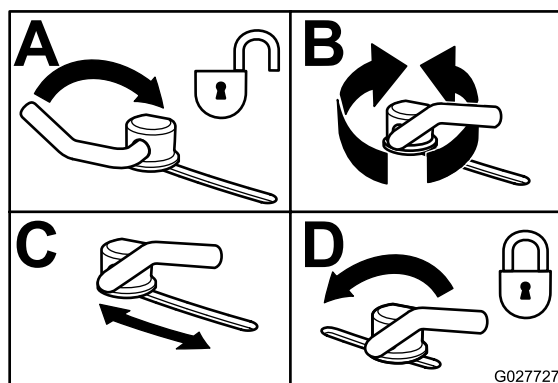

Figura 34
- Para ajustar os bloqueios do excêntrico, rode a alavanca para cima para libertar o bloqueio do excêntrico (Figura 34).
- Rode novamente a alavanca para apertar o abafador e os bloqueios do excêntrico (Figura 34).